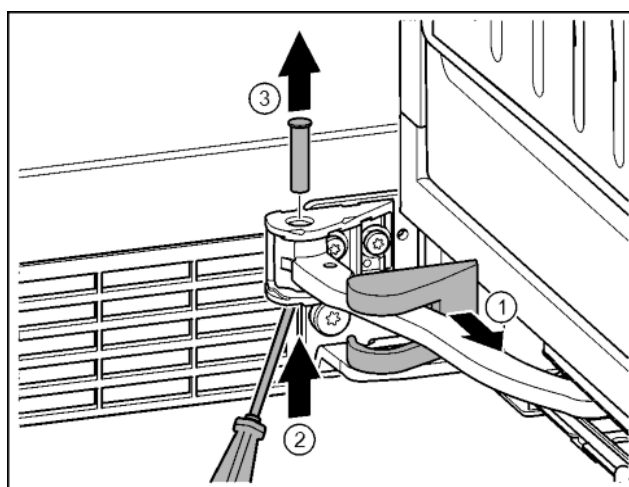

Fig. 19
- ▶ Снять крышку опорного кронштейна и переместить вдоль шарнира. Fig. 19 (1)
- ▶ Рукой или отверткой приподнять палец снизу. Fig. 19 (2)
- ▶ Вставить отвертку под головку пальца и вытащить его. Fig. 19 (3)